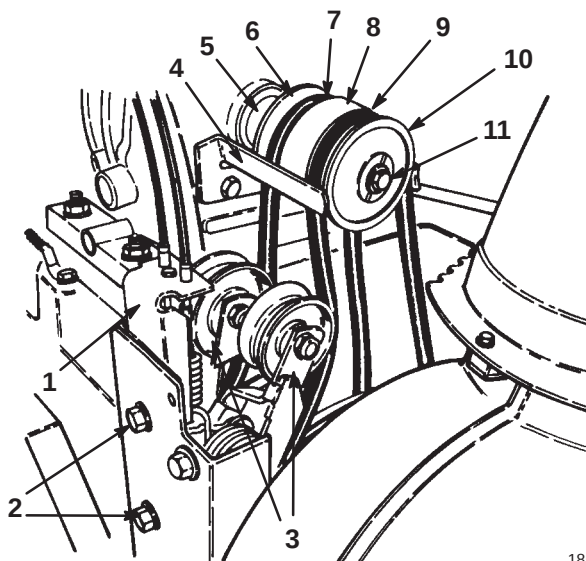

Bild 31
Tauschen Sie den Treibriemen der Räumsschnecke bzw. des Gebläserads oder den Antriebtreibriemen aus, wenn er (Bild 31) abgenutzt, ölgetränkt oder auf eine andere Art beschädigt ist.
5. Nehmen Sie die beiden Bundbolzen ab, mit denen die Spannscheiben am Motorrahmen befestigt sind, und nehmen Sie die Spannscheiben ab (Bild 31).
6. Nehmen Sie die Schraube und die Sicherungsscheibe ab, mit denen die halbe Scheibe vorne an den Spannscheiben befestigt ist (Bild 31).
Note: Sie können für die Ausführung dieses Arbeitsschrittes die Riemenführung abnehmen und die Kurbelwelle mit Gleitgelenkzangen oder einer Rohr- zange an der Spannscheibenverlängerung stabilisieren (Bild 31).
7. Schieben Sie die halbe Scheibe und den Treibriemen der Räumschnecke bzw. des Gebläserads von der Kurbelwelle und nehmen Sie den Treibriemen ab (Bild 31).
9. Wenn der Antriebtreibriemen erneuert werden muss, schieben Sie den mittleren Scheibenabschnitt und den Riemen von der Kurbelwelle und nehmen Sie den Riemen von der Scheibe ab (Bild 31).
11. Montieren Sie den Antriebtreibriemen um die untere Antriebsriemenscheibe und um die hintere Scheibe. Schieben Sie dann den mittleren Scheibenabschnitt auf die Kurbelwelle (Bild 31).
13. Schieben Sie die vordere Scheibe auf die Kurbelwelle (Bild 31).
Note: Sie können die Kurbelwelle mit Gleitgelenk- zangen oder einer Rohrzange an der Spannscheiben- verlängerung stabilisieren (Bild 31).
16. Bringen Sie die Spannscheiben am Motorrahmen an und befestigen Sie sie mit den beiden Bundbolzen (Bild 31).